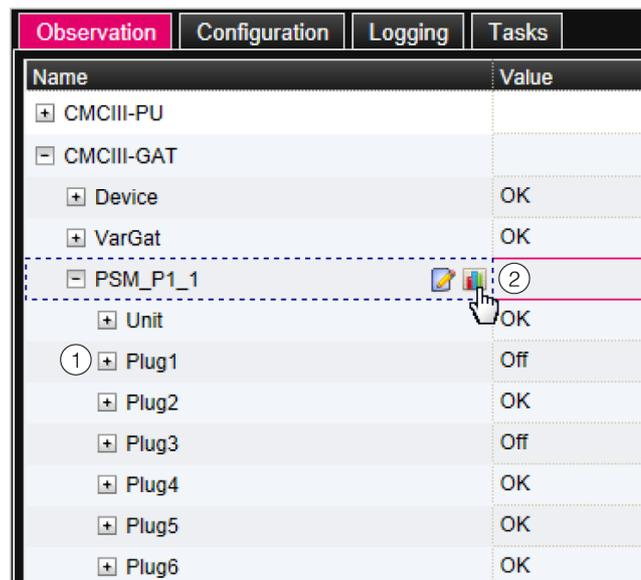

Abb. 13: Baumdarstellung
Wenn nach Anwahl der Ebene „PSM\_P1\_1“ die untergeordneten Einträge „Unit“, „Plug 1“ usw. angezeigt werden (Abb. 13, Pos. 1), schalten Sie folgendermaßen auf die grafische Darstellung um:
- Klicken Sie auf das farbige „Grafik“-Symbol hinter dem Eintrag „PSM\_P1\_1“ in Form eines stilisierten Diagramms (Abb. 13, Pos. 2).
Die Anzeige wechselt in die Baumdarstellung (Abb. 13) und Sie können gezielt auf die einzelnen Einstellwerte zugreifen.